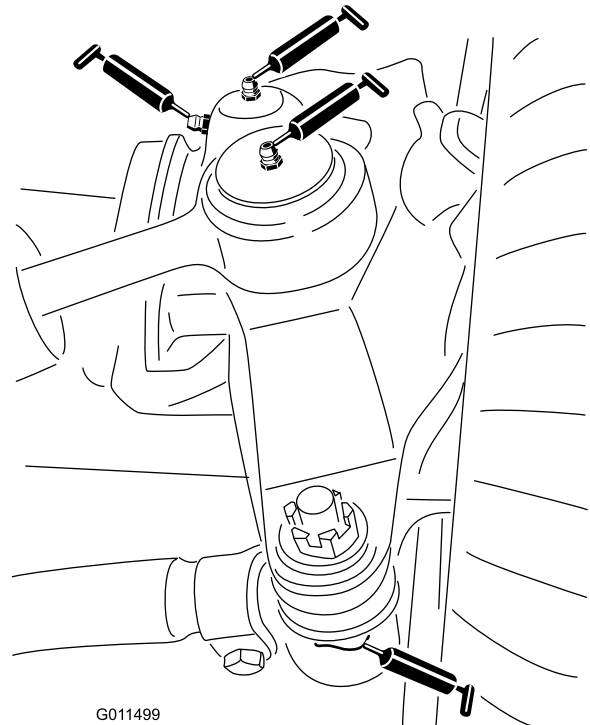

Figura 39
- Articulaciones esféricas del cilindro de dirección (2) (Figura 39)
- Articulaciones esféricas de las bielas (2) (Figura 39)
- Casquillos del pivote de dirección (2) (Figura 39).